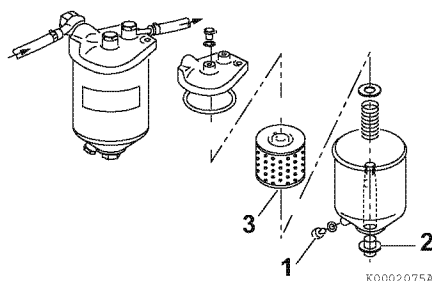

Figura 4
2. Allentare il tappo di spurgo (1, **Figura 4**) nella parte inferiore del filtro/separatore acqua e scaricare acqua e sporco.
3. Rimuovere il bullone centrale (2, **Figura 4**) per procedere allo smontaggio del filtro combustibile/separatore acqua. Pulire l'elemento filtrante (3, **Figura 4**) interno con combustibile pulito.